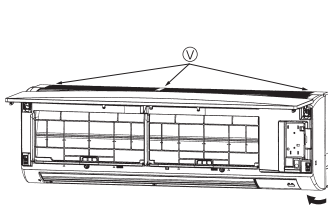

Fig. 6-3
- 3 Suelte 3 ganchos. (Fig. 6-3)